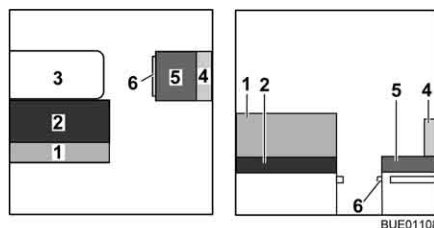
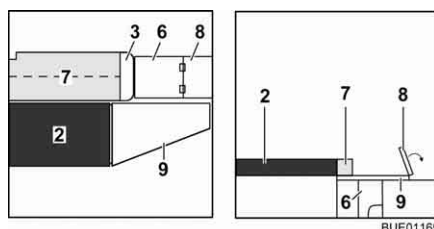

Bild 135 Vor dem Umbau
Bild 136 Während des Umbaus
- Tisch (Bild 135,3) zum Bettunterbau umbauen (siehe Abschnitt 6.11).
- Das Rückenpolster (Bild 135,1) abnehmen und beiseite legen.
- ▷ Je nach Modell kann das Rückenpolster (Bild 135,1) anstelle des Zusatzpolsters (Bild 136,7) verwendet werden.
- Das Rückenpolster (Bild 135,4) und das Sitzpolster (Bild 135,5) abnehmen und beiseite legen.
- Bettkasten-Verlängerung (Bild 136,6) herausziehen.
- Die Verlängerung der Sitzplatte (Bild 136,8) nach außen umlegen.
- Das Zusatzpolster (Bild 136,7) aufklappen und auf den Tisch legen.
- Die Bettverbreiterung (Bild 136,9) in die Aufnahmen an den Sitztrühen einhängen.